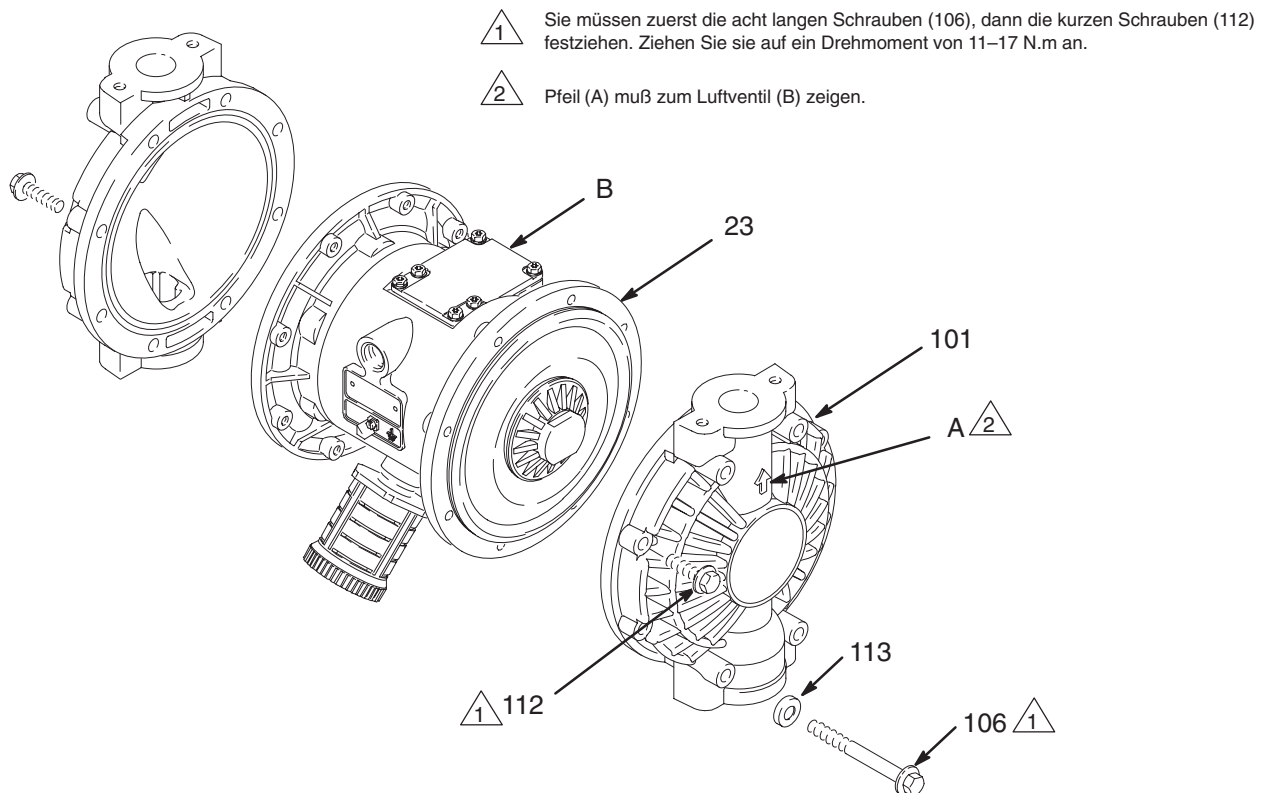

Abb. 12
3. Mit einem 10 mm-Steckschlüssel die Schrauben (106 und 112) lösen, mit denen die Materialabdeckungen (101) an den Luftabdeckungen (23) befestigt sind. Die Materialabdeckungen (101) von der Pumpe abnehmen. Siehe Abb. 12.
4. Mittelfestes (blaues) Loctite® oder ein ähnliches Mittel auf das Gewinde der flüssigkeitsseitigen Platten (105) auftragen. Eine der äußeren Platten (105) mit einem Schraubenschlüssel halten und die äußere Platte mit einem Drehmoment von 27 bis 34 N.m bei max. 100 U/Min. anziehen. Nicht zu fest andrehen.
5. Die Materialabdeckungen (101) und das zentrale Gehäuse (1) so ausrichten, daß die Pfeile (A) auf den Abdeckungen in die gleiche Richtung zeigen wie das Luftventil (B). Die Abdeckungen mit den Schrauben (106 und 112) fingerfest anziehen. Die Bolzenkappen (113*) auf die längeren Schrauben (106) geben und die längeren Schrauben in die oberen und unteren Löcher der Abdeckungen einbauen. Siehe Abb. 12.
6. Zunächst die längeren Schrauben (106) mit einem 10 mm-Steckschlüssel entgegengesetzt und gleichmäßig auf 11–17 N.m anziehen. Dann die kürzeren Schrauben (112) mit dem selben Steckschlüssel auf das richtige Drehmoment anziehen.